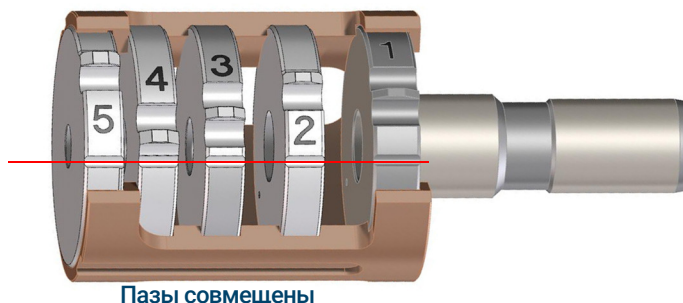

Рис. 53 Блок линз источника ЭУ HES в сборе
- 1 Соберите пять линз внутри изолятора линз. (См. **Рис. 53** на стр. 177.) Номер каждой из линз нанесен по ее внешнему периметру.